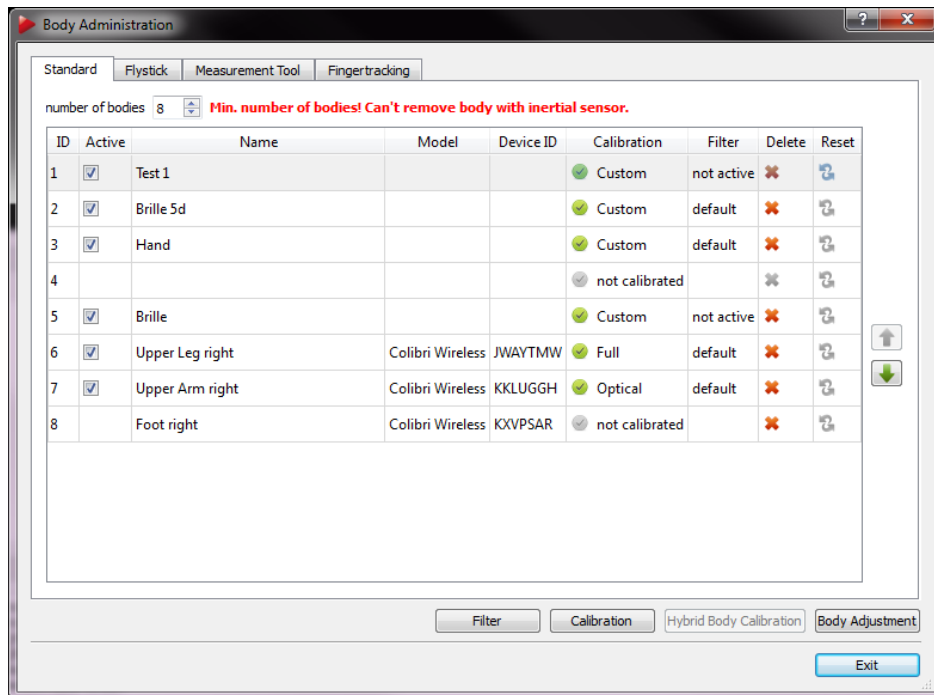

Figure 4.36: 灵活的追踪目标管理(自 *DTrack2* v2.9.0)
2. 在测量进行过程中，可以通过手动的方式来添加屏蔽范围。在Monitor 2DOF显示中，右击相应的摄像头窗口激活'*Edit reflex suppression areas*'。可以通过使用快捷键('E') 来开启该模式见figure 4.36(a) 第74) 页。
在编辑模式下你还可以(参见figure 4.36(b) 第74 页)
目标管理 在这里可以管理在系统中所有的目标(例如, 标准目标, Flystick 等等。)(参见figure 4.36)。